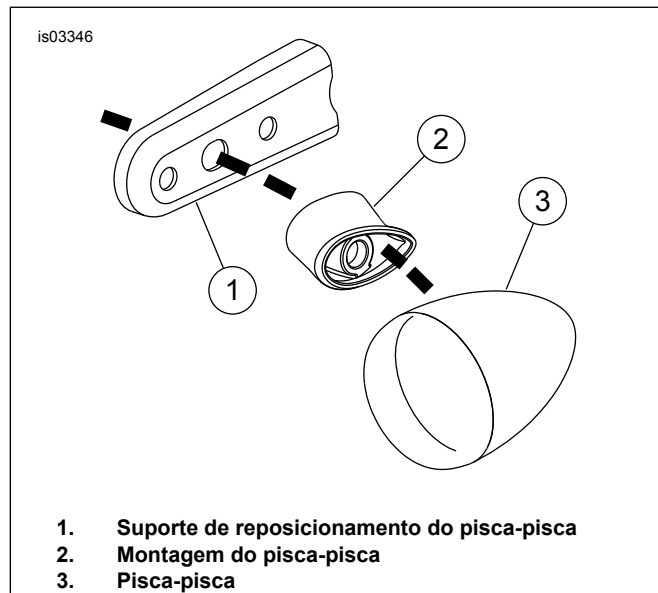

Figura 7. Passe a fiação pelo suporte de reposicionamento
1. Veja a Figura 7. Passe a fiação e o conector do pisca-pisca pelo furo central no suporte de reposicionamento do pisca-pisca e por baixo da traseira do suporte do pára-lama.